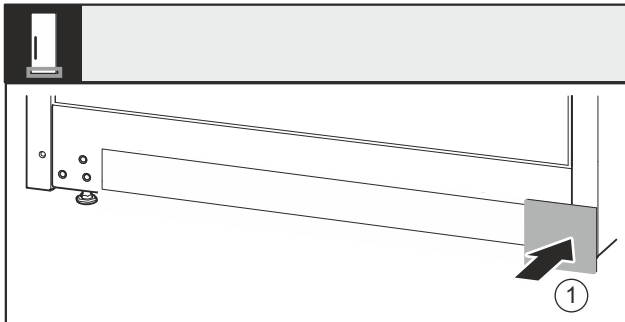

Fig. 39
- ▶ Abdeckung *Fig. 39 (1)* auf der anderen Seite wieder aufsetzen.